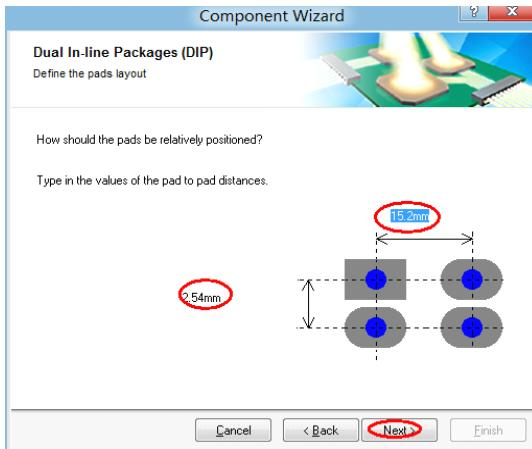

图 6-6.42 设置焊盘间距
**Step7：**单击 Next，在 Dual In-Line Packages (DIP) Define the pads layout 对话框中输入焊盘间距。如图 6-6.42 所示。